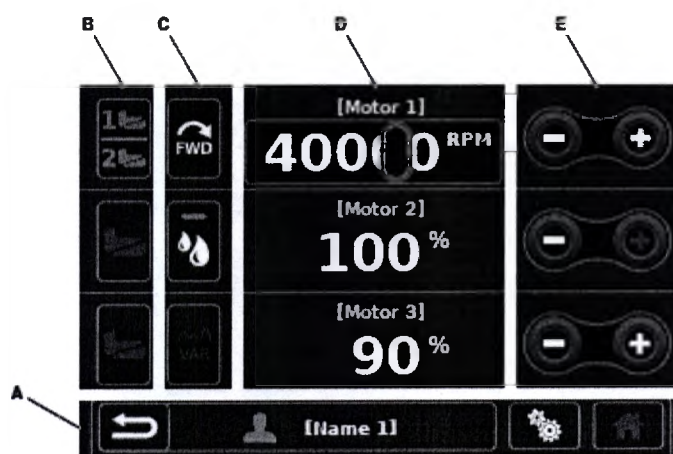

Рисунок 10 – Главный экран
2. Для каждого подключенного устройства при необходимости установите следующее (Рисунок 10):